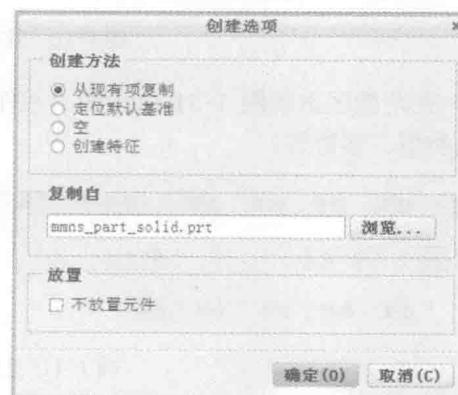

图 1-13 “创建选项”对话框
- 5) 在弹出的图 1-13 所示的“创建选项”对话框中，指定创建方法。系统提供了 4 种创建方法的选项，即“从现有项复制”“定位默认基准”“空”和“创建特征”。确定创建选项后，注意根据系统提示选择相应的参考。